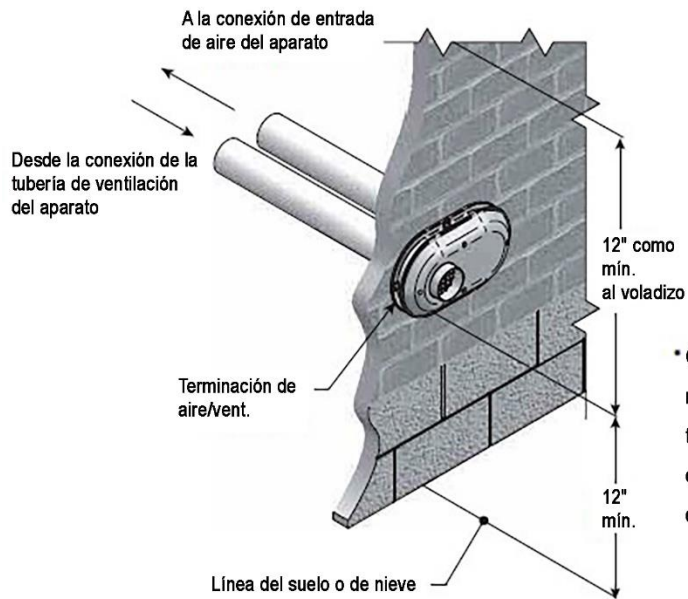

Figura 24: Terminación típica en pared lateral
7. Afirme el conjunto a la estructura como se muestra en la Figura 23. Asegúrese de que las distancias sean como las que se muestran en la Figura 24.
8. Cemente las tuberías de ventilación y aire de combustión del calentador a la terminación del acoplamiento concéntrico en forma de "Y". Consulte la Figura 24 para conocer la forma adecuada de colocar la tubería.
La terminación de la ventilación **debe** mantener todas las distancias respecto de la terminación e instalarse de acuerdo con los códigos de construcción locales o el Código Nacional de Gas Combustible ANSI Z223.1 (última edición) o el Código de Instalación CGA/CAN B149 (consulte la Figura 24).
Al ubicar la penetración de la tubería de ventilación y aire, asegúrese de que la terminación quede bien orientada, como se muestra en la Figura 25, y de que mantenga la distancia mínima requerida que se muestra en la Figura 24. Para múltiples terminaciones de ventilación, asegúrese de mantener una distancia mínima de 12 pulg (30 cm) entre el borde de la entrada de aire y la salida de ventilación adyacente, y de que todas las tuberías de ventilación y entradas de aire terminen a la misma altura, para evitar la recirculación de gases de combustión y la posibilidad de que se produzcan lesiones personales, la muerte o daños materiales importantes (consulte la Figura 27).
- Deslice la entrada y la tubería de ventilación a través de los orificios. Suelde con solvente ambas tuberías a la base del kit de terminación de la ventilación (consulte la Figura 24).